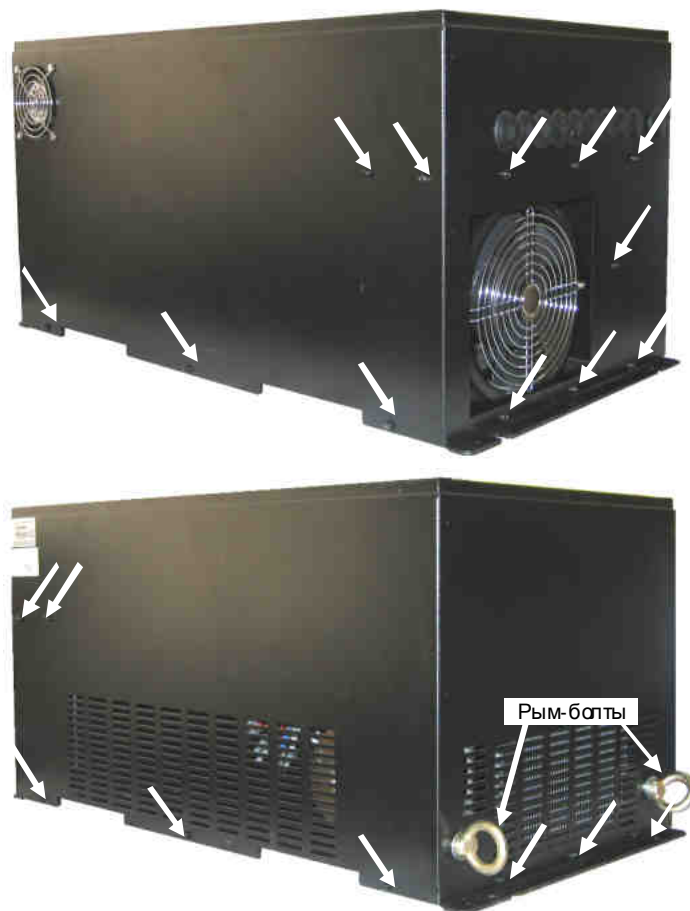

Рис. 6.25. Расположение винтов крепления корпуса.
6.23.1. Отвернуть 20 винтов крепления кожуха и два рым-болта и демонтировать его (рис.6.25).
7.2.1. Надеть кожух на корпус, совместив отверстия для крепления, наживить винты (20 по всему периметру рис.6.25).
7.2.2. Вкрутить два рым-болта 1 (рис.6.25) и затянуть их, а затем остальные винты.